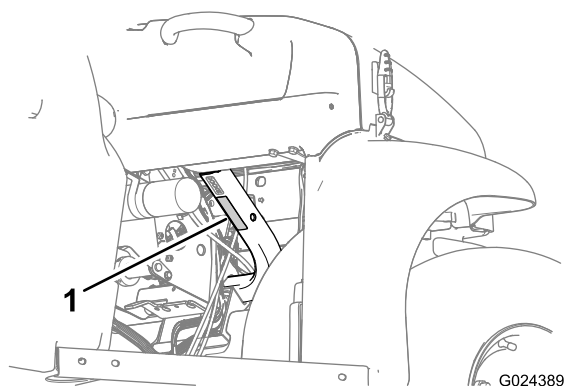

Figure 18
- Respectez la capacité de charge nominale de la machine et limitez le poids de la charge transportée sur le plateau comme décrit dans Caractéristiques techniques \(page 17\) et indiqué sur l'étiquette du poids total en charge de la machine (Figure 18).